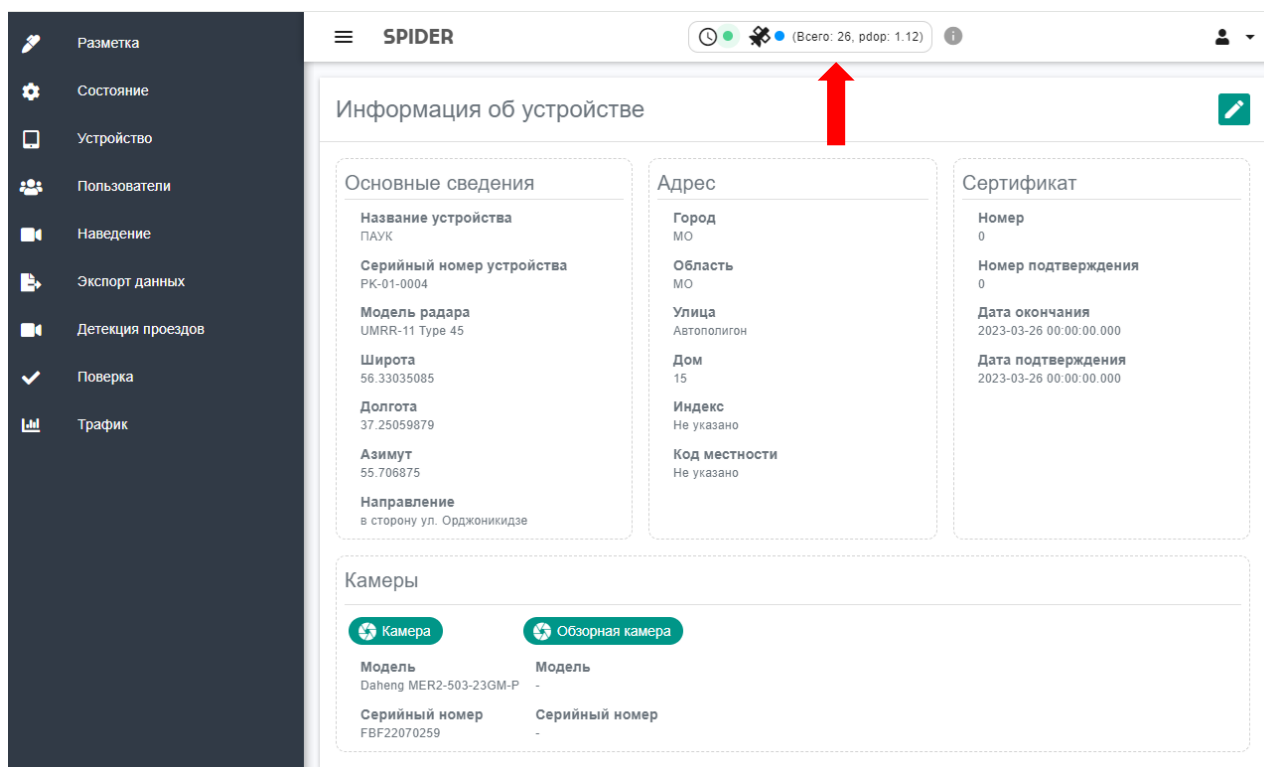

Рисунок 2 – Информация о Системе
6.4.3. Серийный номер и информация о Системе находится в разделе «Устройство» (см. рисунок 2).
6.4.4. В верхней части интерфейса расположена индикация состояния Системы. Индикатор «Синхронизация времени» и «Определение координат» (см. рисунок 2).